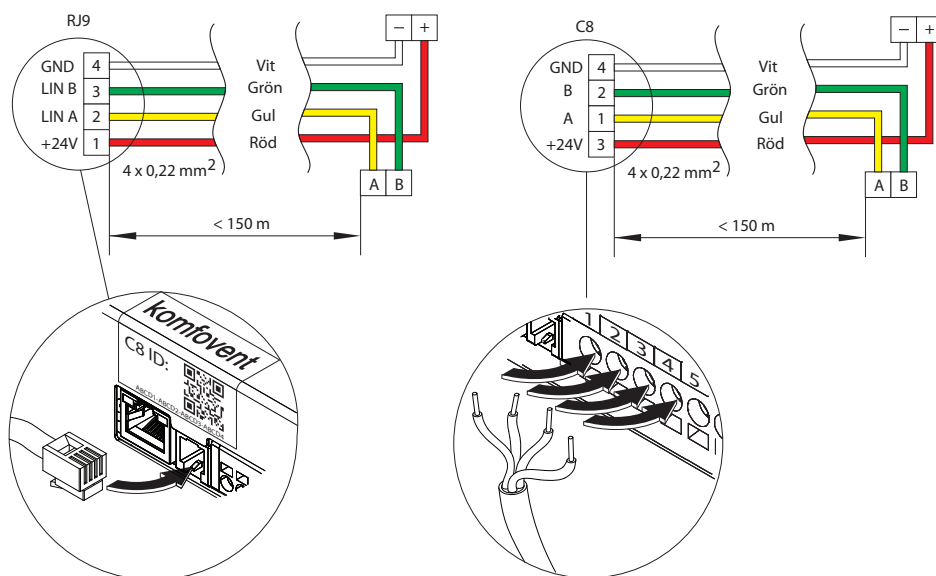

Fig. 15. Kopplingsdiagram för kontrollpanelen
- Kontrollpanel (se fig. 15).
- **Utgångar AOUT (6–8)** – Strömförsörjning och styrsignal till ett ventilställdon för vattenblandning till en extern värmväxlare eller kylare/värmare för direkt förångning (DX). Beroende på vilken typ av "Externt batteri" som är valt i inställningarna (se "DOMEKT Användarmanual") styrs ventilställdonet av en värme- eller kylsignal. En extern förvärmare för frostskydd av CF-värmväxlaren kan också anslutas här.
Styrpanelens kabel ansluts till C8-huvudkortet som visas i Fig. 15. Undantaget är R 200 V aggregatet, där man ansluter mot en RJ10-kontakt som sitter på en utdragen kabel ovan aggregatet.